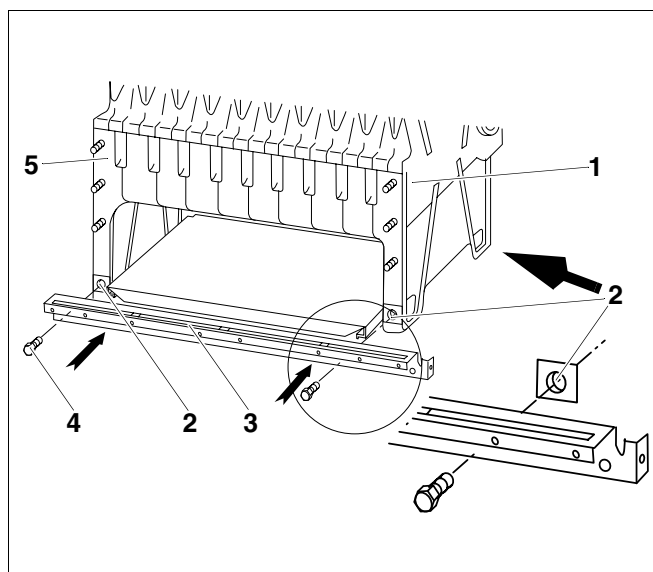

Рис. 40 Установка продольной планки
Стрелка на рис. 40 указывает на переднюю сторону котлового блока.
Продольная планка должна быть смонтирована так, чтобы конец с отбортовкой находился у передней стенки отопительного котла. Продольная планка выступает с передней стороны котла (со стороны подключения воды) больше, чем с задней (см. рис. 40).
- Установить закладные гайки М8 (рис. 40, **поз. 2**) на опоры конечных секций котла (рис. 40, **поз. 1** и рис. 40, **поз. 5**).
- Закрепить, не затягивая, болтами М8 х 35 (рис. 40, **поз. 4**) продольную планку (рис. 40, **поз. 3**) на конечных элементах (рис. 40, **поз. 1** и рис. 40, **поз. 5**).